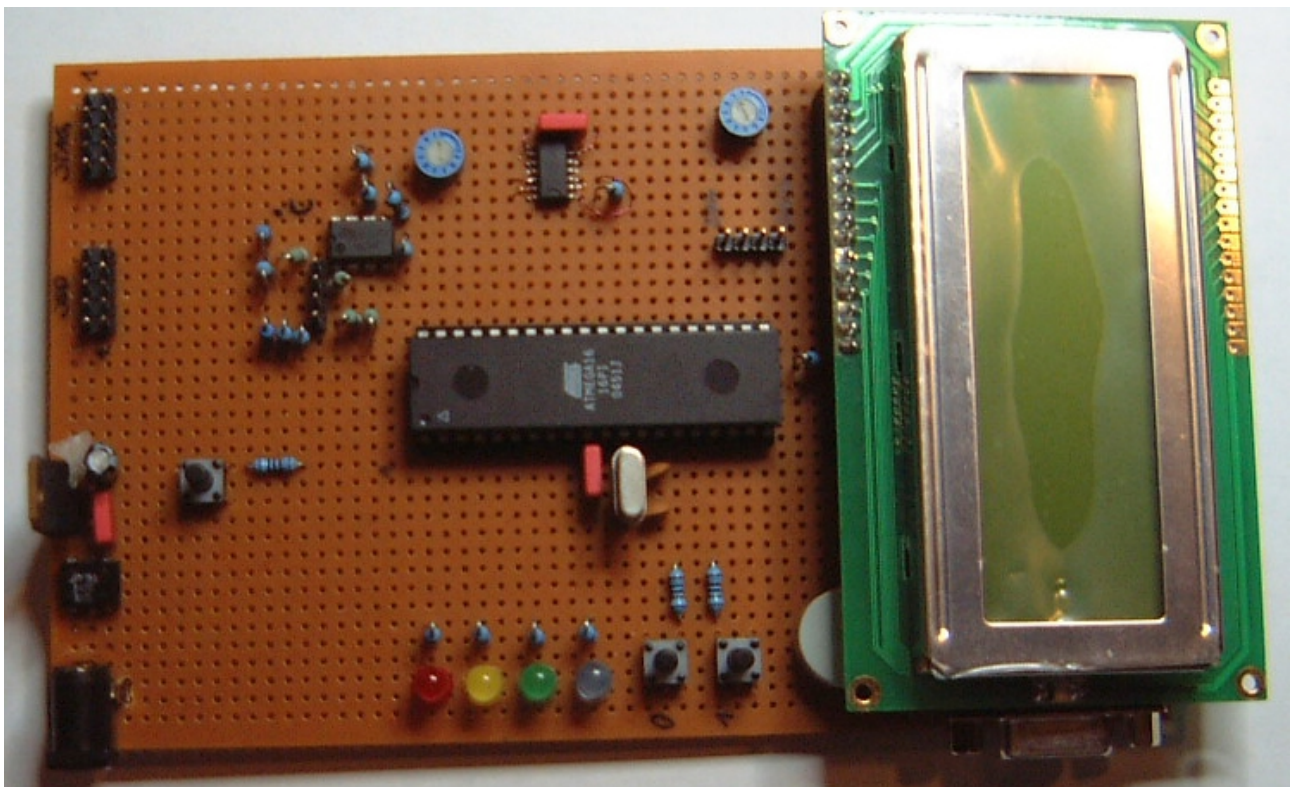

Abb. 111: BL1000 mit LCD
- D 16pol Buchsenleiste für den Anschluss des LC Displays (vgl. Abb. 111 Seite 100)